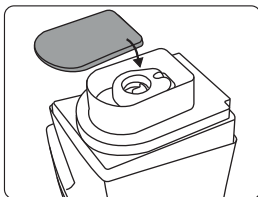

Fig. 1
- B.** Remova a unidade principal e vire-a com a resistência voltada para cima (Fig. 1).